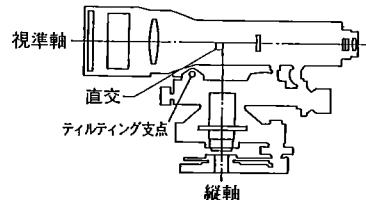

図5
これにより縦軸と望遠鏡の視軸とが直交したことになります。(図5)
3. 鉛直軸を鉛直に整準する事によって図5に示すような鉛直軸上にティルティング支点がないための誤差がなくなります。